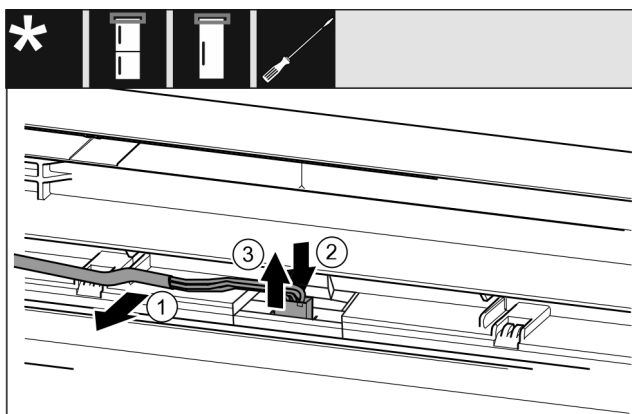

Fig. 24 Chladiace/mraziace kombinácie / mrazničky / chladničky*
- ▶ Kábel Fig. 24 (1) opatrne uvoľnite z vedenia vo dverách.*
- ▶ Sponu Fig. 24 (2) za zástrčkou potlačte dozadu.*
- ▶ Zástrčku Fig. 24 (3) opatrne vytiahnite nahor.*